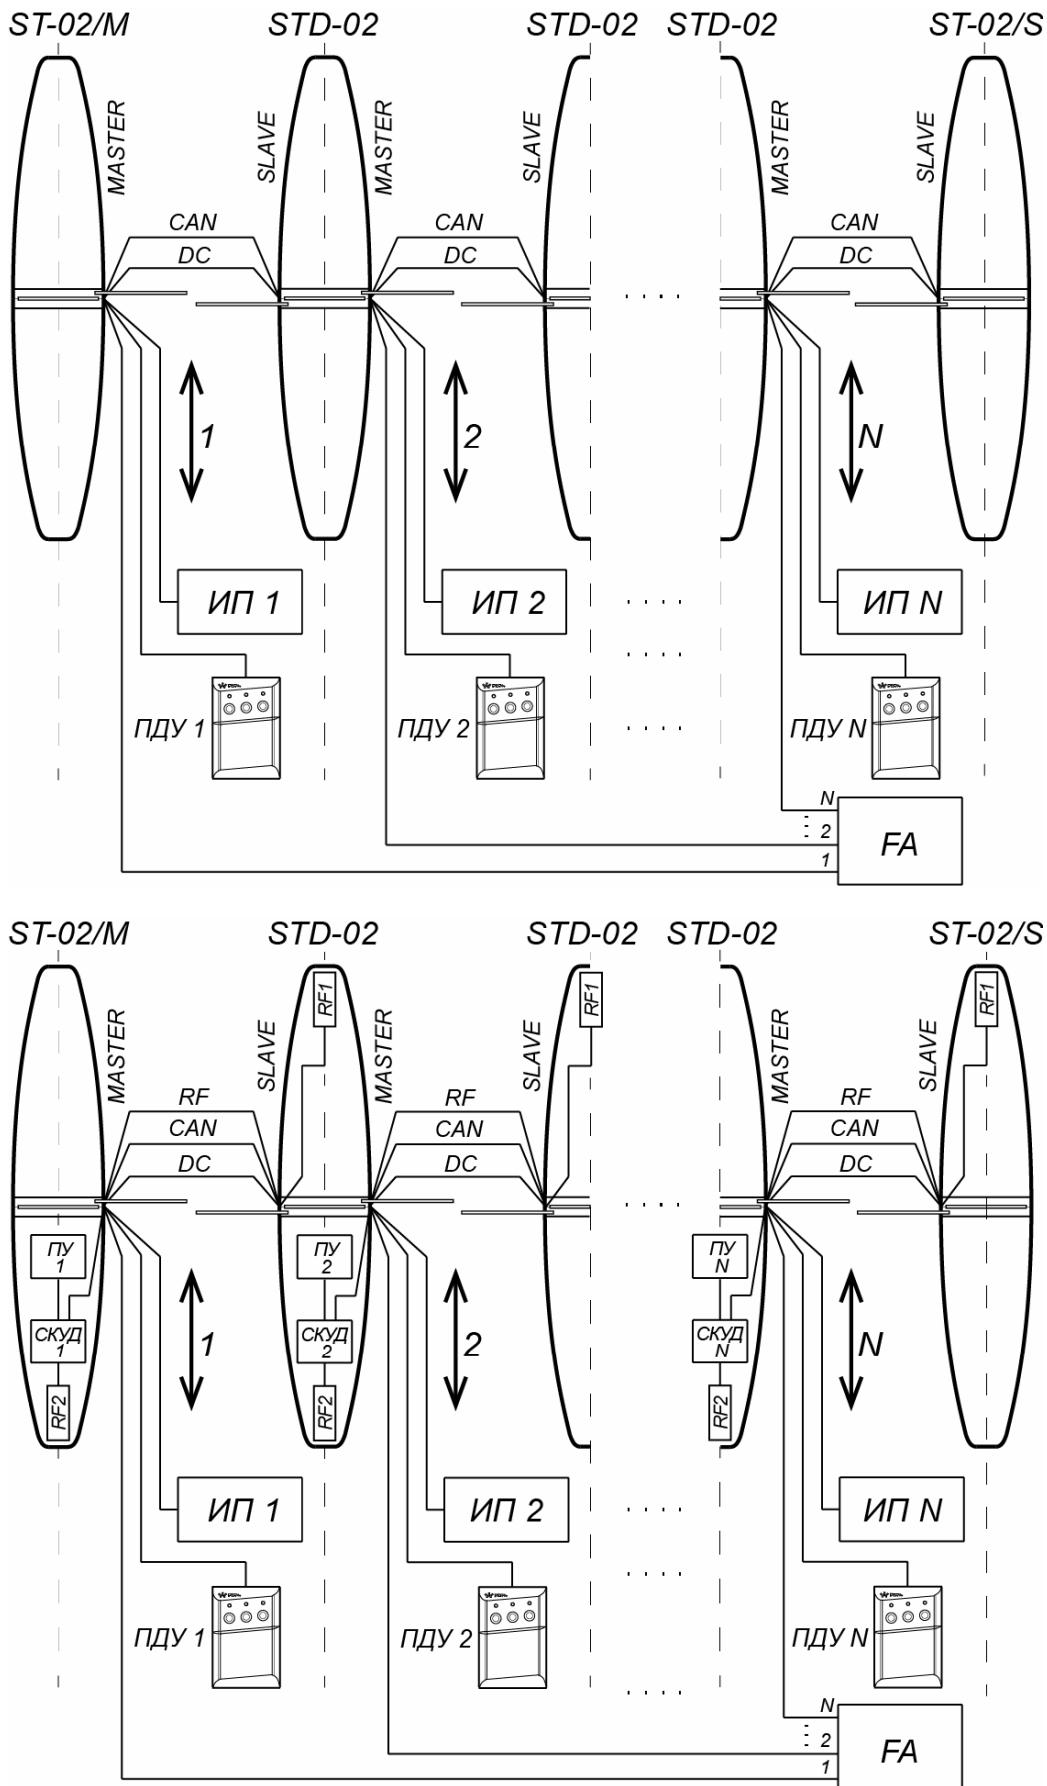
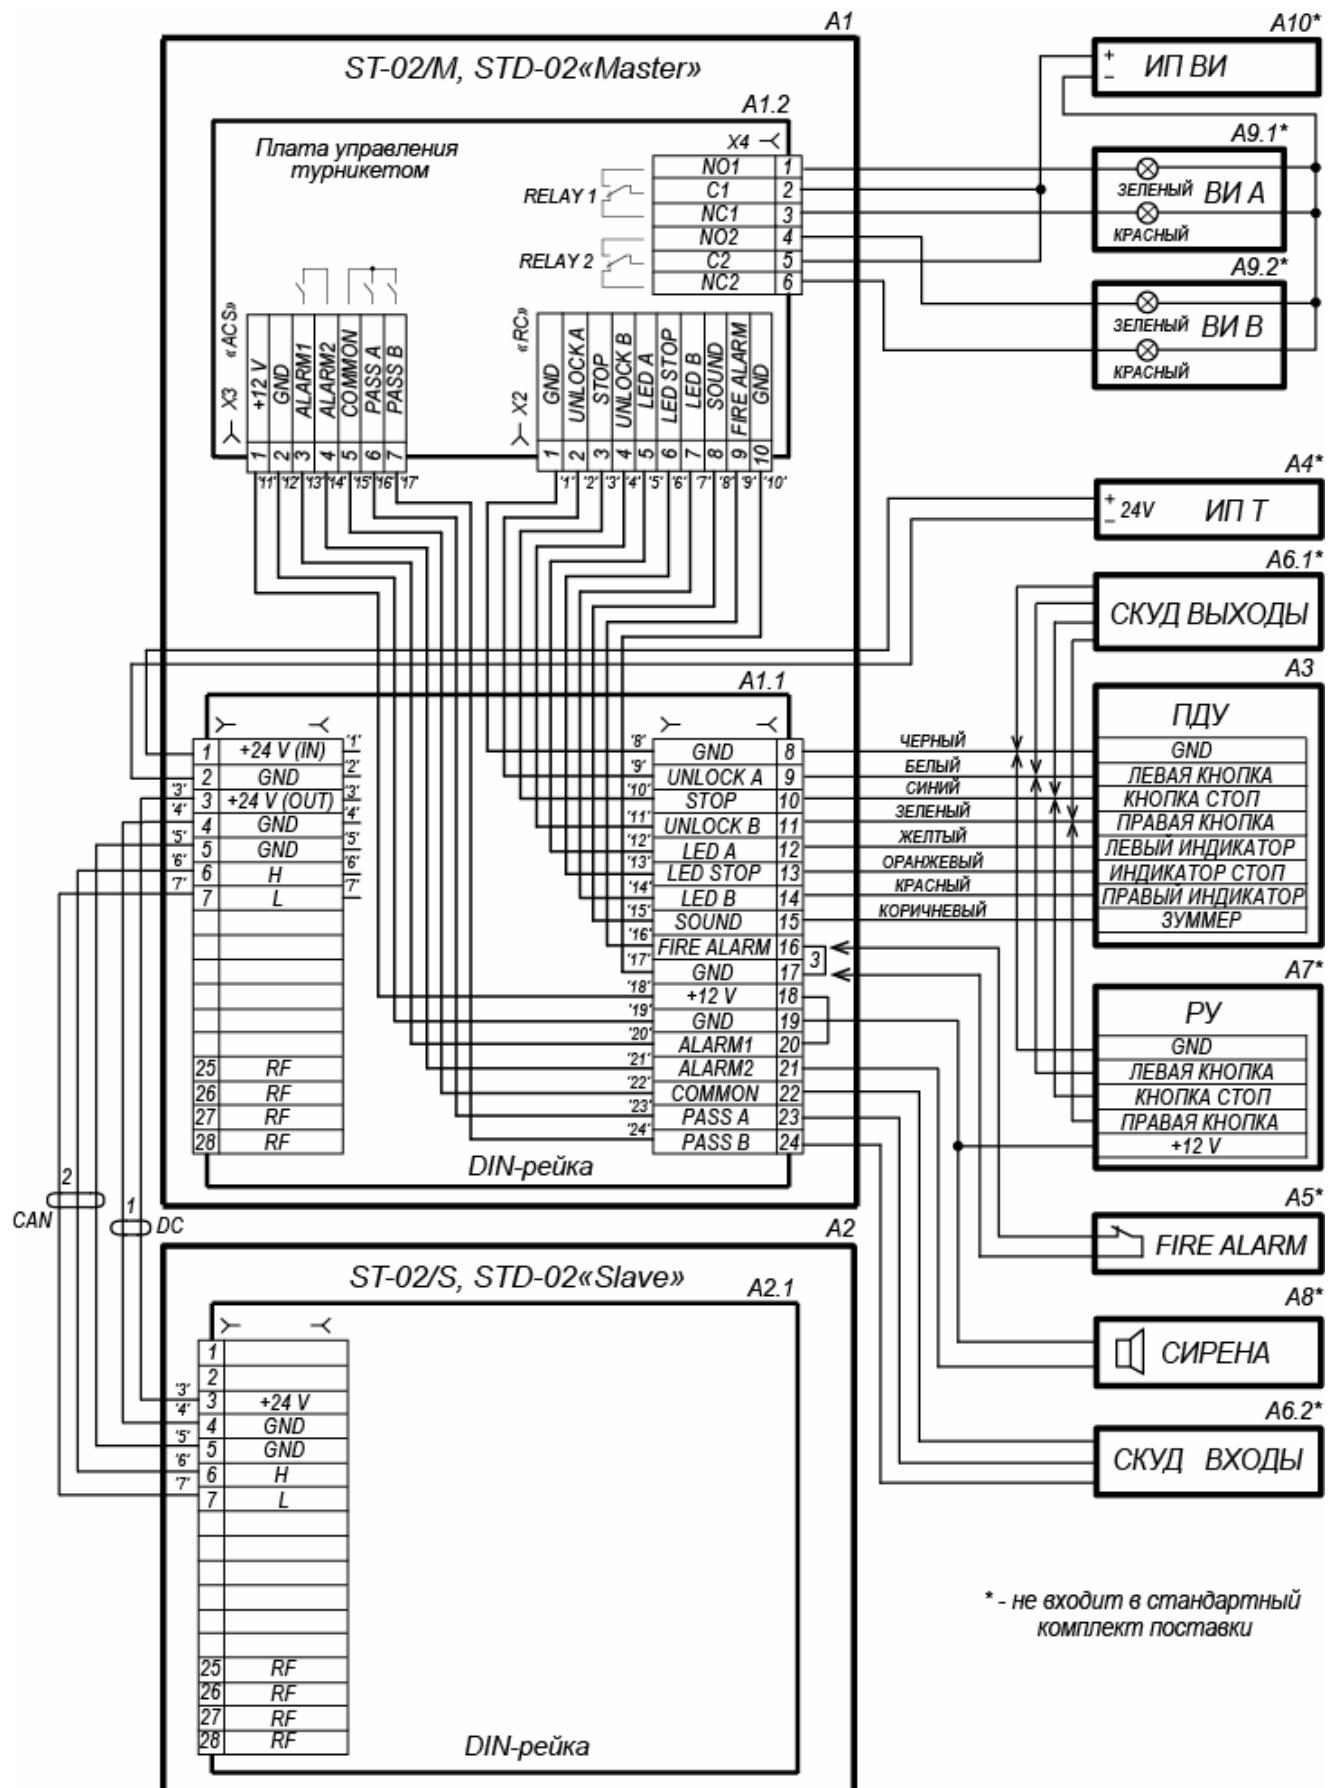
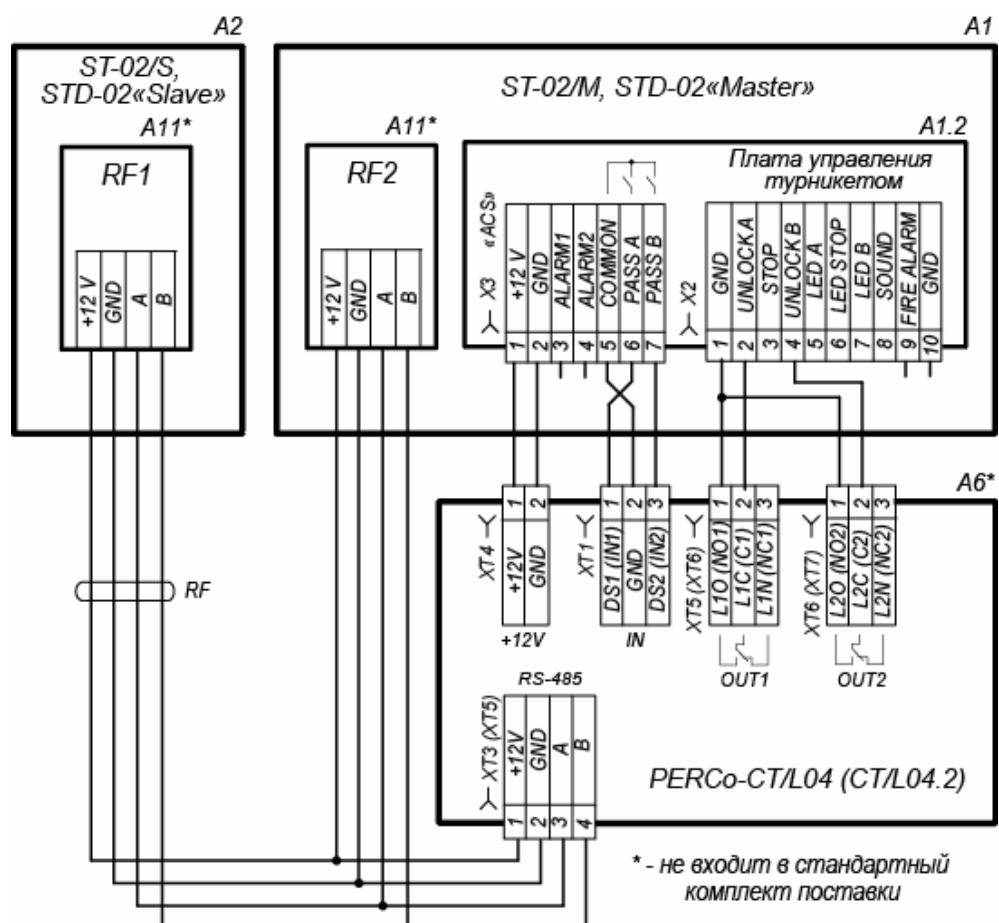

Рисунок 16. Схемы соединений турникета PERCo-ST-02 и двусторонних секций PERCo-STD-02 для организации проходной с несколькими (N) зонами прохода
Рисунок 17. Схема электрических соединений турникета
Рисунок 18. Вариант подключения к турникету контроллера СКУД PERCo-CT/L04
- каналы, соединяющие отверстия для ввода кабелей противоположных секций (сторон двусторонней секции) одной зоны прохода – для подводки соединительных кабелей DC (9) и CAN (10)¹, а также по необходимости при установке встроенных в турникет считывателей – кабель для соединения считывателя из секции *Slave* с контроллером СКУД (кабель RF на схемах на рис. 16 и рис. 18).
17. Выньте изнутри каждой секции (стороны секции) и подключите внешние соединительные кабели к выносной колодке подключения согласно схеме электрических соединений турникета (см. рис. 17). Вставьте и закрепите на место выносную колодку. Аккуратно уложите подсоединенные к ней кабели внутри корпуса секции.
Для удобства входы и выходы встраиваемого в турникет контроллера СКУД могут подключаться не к контактам DIN-рейки, как показано на схеме (рис. 17), а непосредственно к соответствующим им контактам платы управления (разъемы **X2** и **X3**, рис. 6). Вариант схемы подключения представлен на рис. 18.